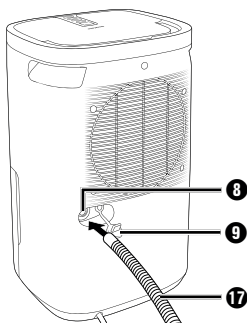

Abb. 2
- ◆ Stecken Sie entweder den mitgelieferten Drainageschlauch **17** oder den EU-Gartenschlauch-Adapter **18** auf die Austrittsöffnung **8** (siehe Abbildung 2 + 3).